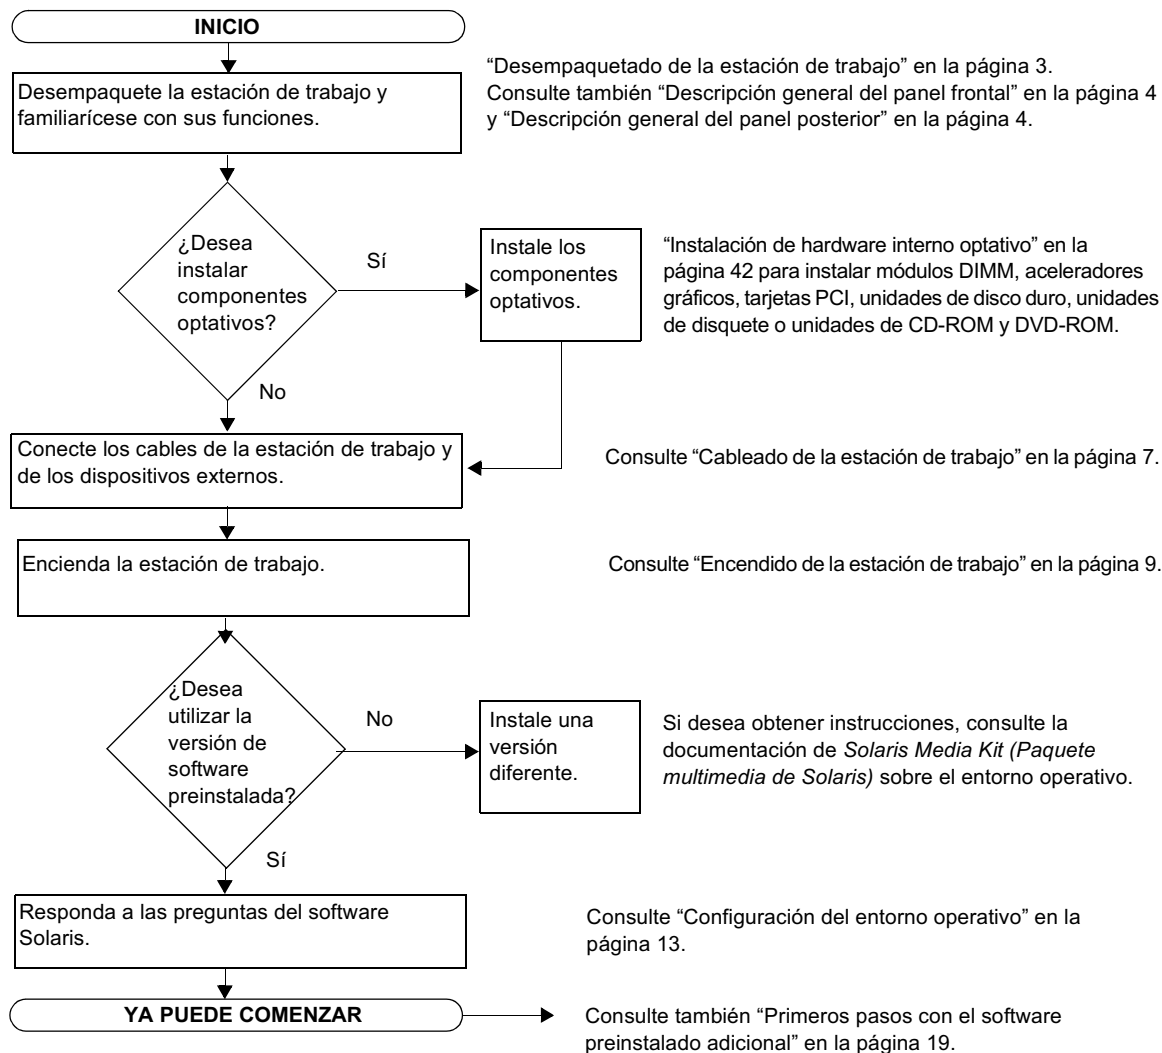

FIGURA 1-1 Gráfico de flujo para la estación de trabajo Sun Blade 150
- FIGURA 1-1 Gráfico de flujo para la estación de trabajo Sun Blade 150 2